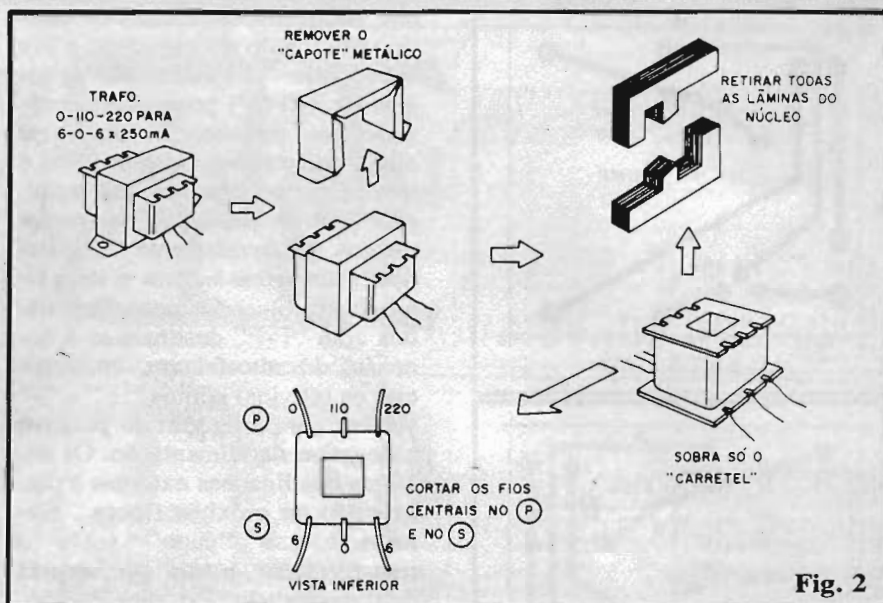

Fig. 2
- FIG. 2 - O transformador utilizado no DEMP, tanto para a realimentação indutiva, quanto para o
dos terminais 0-110-220V) virado para o lado do capacitor, e seu secundário "S" (terminais originais de 6-0-6V) posicionado próximo ao transistor... Observem ainda que sequer existem furos e ilhas para as ligações dos terminais centrais de ambos os enrolamentos (já devidamente "amputados", conforme mostra o item final da fig. 2...). Os pontos marcados com "F-F" destinam-se à conexão do alto-falante, enquanto que os (óbvios) pontos "+" e "-" servem para a ligação do positivo e negativo da alimentação. Os detalhes das ligações externas à placa estão na próxima figura... Retornando ao "papo" sobre o transformador, notem que, depois de "desnudado", o dito componente fica suficientemente leve para que sua fixação à placa se dê unicamente pela própria soldagem dos seus fios/terminais! Convém, apenas, que os fios sejam cortados curtos, de modo que o "corpo" do carretel repouse bem junto à superfície da placa, ficando aí preso mesmo sem o auxílio de parafusos, porcas, etc. Quem quiser uma fixação bem "segura", poderá simplesmente aplicar um